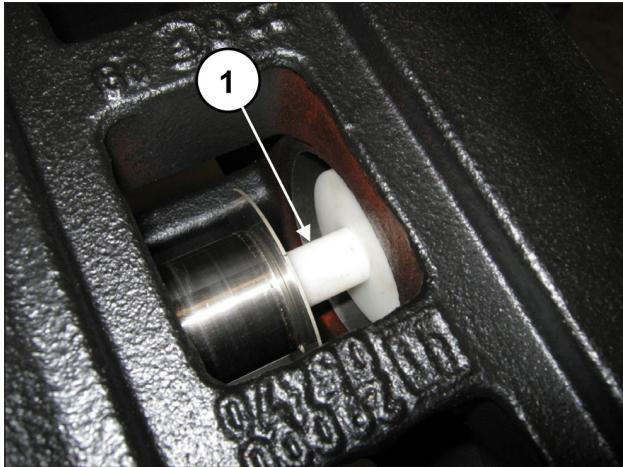

Fig. 171
Girar el eje para desplazar la guía del pistón de manera que el tampón avance y expulse el soporte de las juntas y el grupo del pistón completo (pos. ①, Fig. 171).